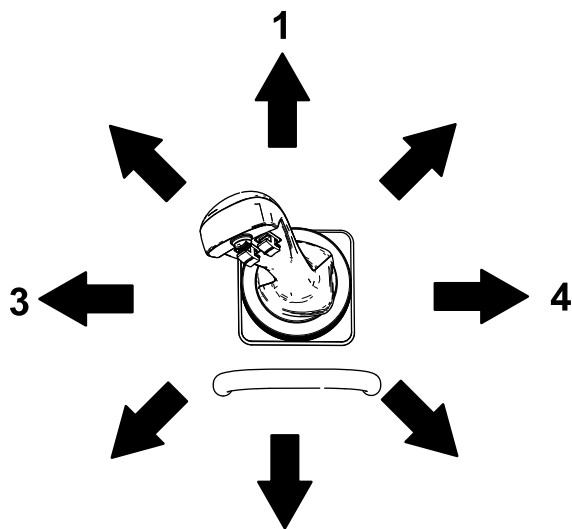

Figure 18
- Pour basculer l'accessoire en avant, déplacez lentement le levier vers la droite (Figure 18).
- Pour basculer l'accessoire en arrière, déplacez lentement le levier vers la gauche (Figure 18).
- Pour abaisser les bras de chargeuse, poussez lentement le levier en avant (Figure 18).
- Pour élever les bras de chargeuse, tirez lentement le levier en arrière (Figure 18).